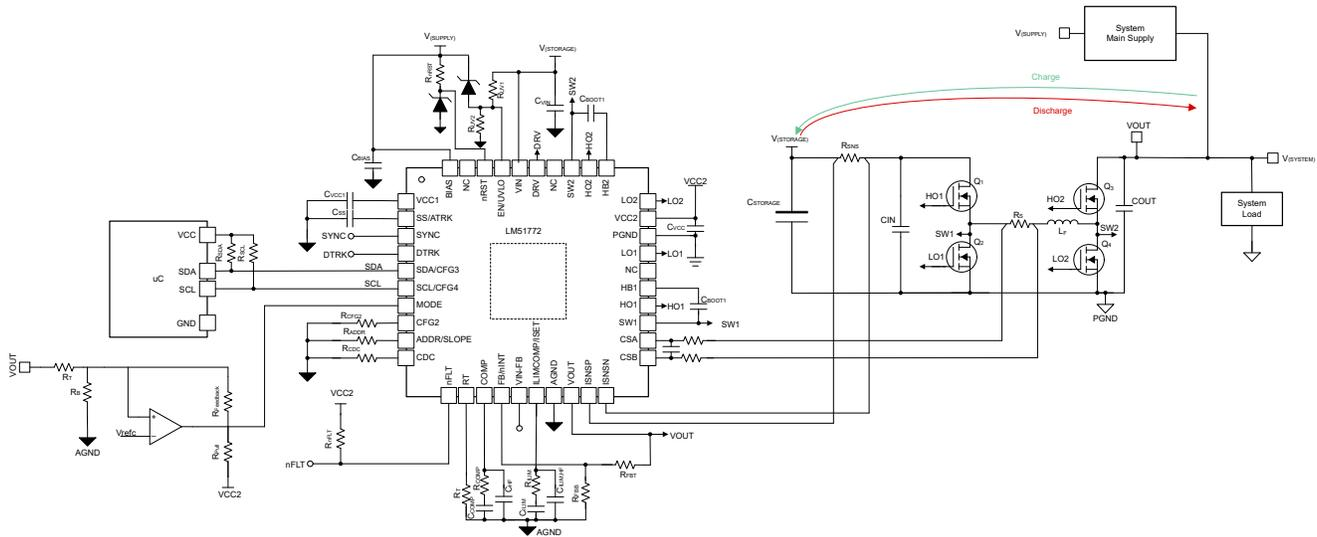

図 1. I²C 構成を介した RCO の回路図
RCO を開始するには、『LM51772 を使用したバッテリーまたはコンデンサ バックアップ動作』で詳しく説明されているように、表 1 に記載されている構成設定を適切に適用する必要があります。対応するピン接続を図 1 に示します。出力電源またはエネルギー ソースがリファレンス スレッシュホールド (V_{REF}) を超えて帰還 (FB) 電圧を上昇させると、MODE ピン制御により出力電圧の上昇が検出され、MODE ピンが V_{T+MODE} スレッシュホールドより高い電圧で High に駆動されます。この動作により、LM51772 デバイスは、コンバータの入力に接続されているストレージ素子に過剰な出力エネルギーを伝送できるようになります。